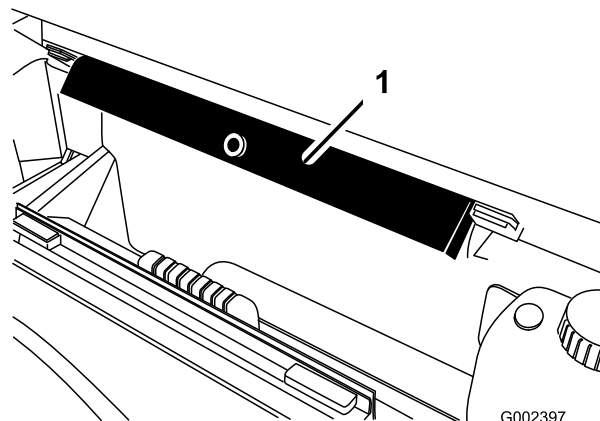

**Рисунок 9**
3. Выдвиньте гидроцилиндры подъема до кронштейнов на раме бака и совместите штуцеры гидроцилиндров с отверстиями в кронштейнах рамы бака (Рисунок 9).